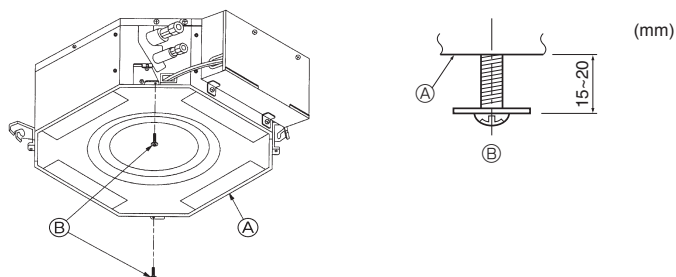

Fig. 8-5
8.3.1. Preparativos (Fig. 8-5)